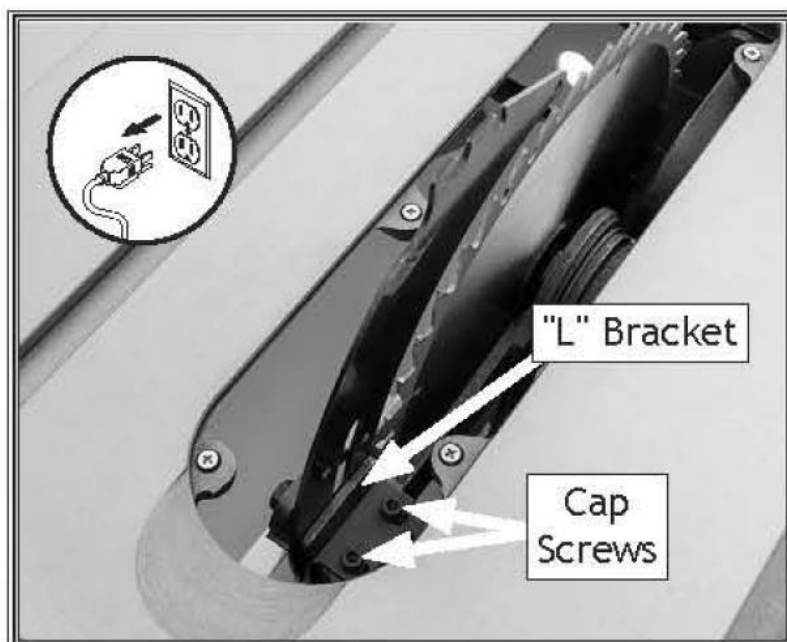

Рисунок 111. Винты с колпачками для регулировки положения расклинивающего ножа.
3. Ослабьте два крепежных винта на кронштейне "L" (см. рис. 111), затем сдвиньте раскливающий нож чтобы выровнять его в плоскость с диском.